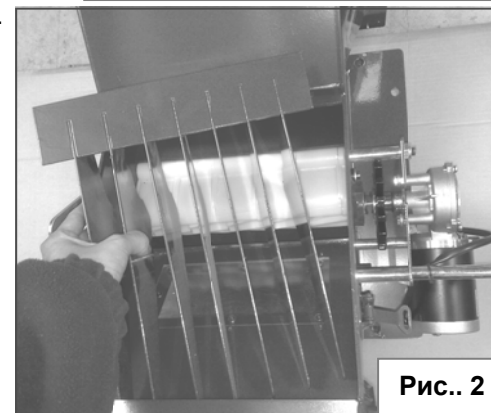

Рис.. 2
- Откройте клапан высевной коробки и вытащите распределяющие сегменты. (см рис. 2)